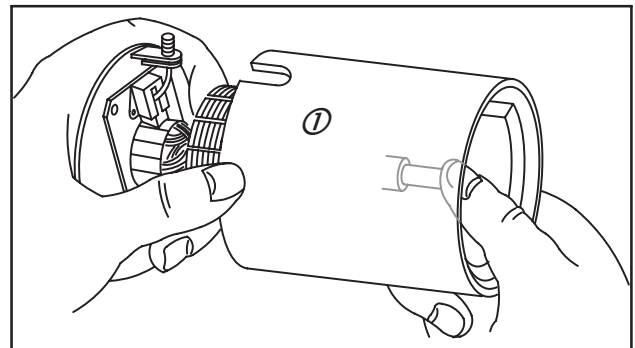

Fig. 54
2. Maintenir le rotor et le glisser lentement dans le corps du démarreur (1), Fig. 54 (typique).